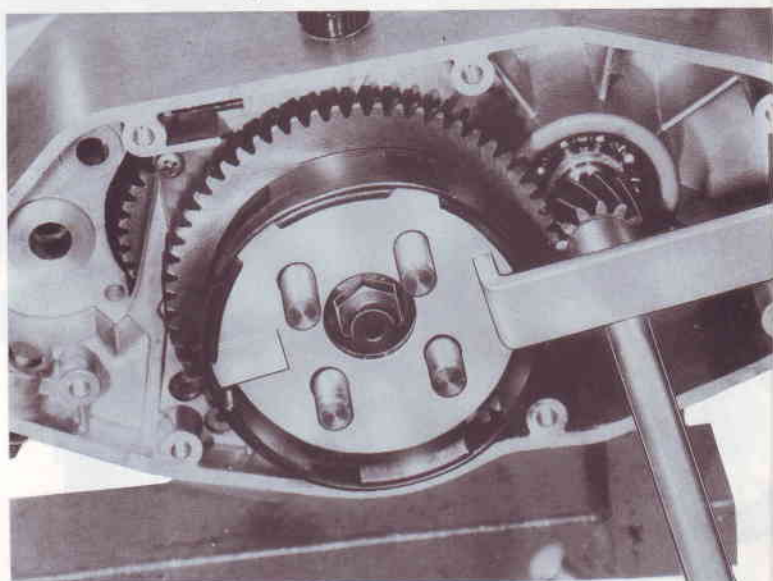

Fig. 14 - Démontage de l'écrou de fixation du pignon moteur
- Retirer l'écrou de fixation du pignon du moteur avec une clé de 17 m/m. Pour cette operation est necessaire bloquer la couple engrenages avec une clé special n. 000530400. (Fig. 14).